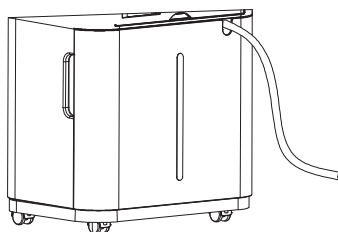

Рис. 4
• **В. Непрерывный слив (Рис. 4).** Для слива конденсата подсоедините дренажный шланг к отверстию в верхней части бака и организуйте отвод воды в специальную емкость либо в канализационное отверстие.